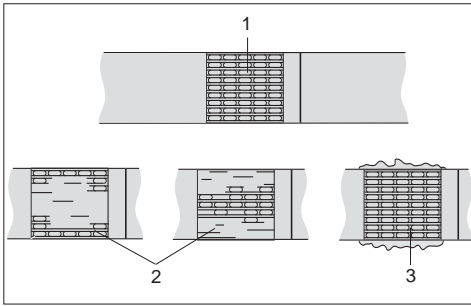

Fig. 9
– Verschluss regelmässig auf sein Aussehen überprüfen (siehe Fig. 9). Bei schlecht geschweissten Bändern: **Einstellung der Schweisszeit überprüfen (siehe Kapitel 5.8).**
- Check appearance of seal (see fig. 9) regularly. If the straps are poorly welded, **check the welding time setting (refer to chapter 5.8).**
- Vérifier régulièrement l'aspect du sertissage (voir fig. 9). En cas de bandes mal soudées: **vérifier le réglage de la durée de soudure (voir chapitre 5.8).**